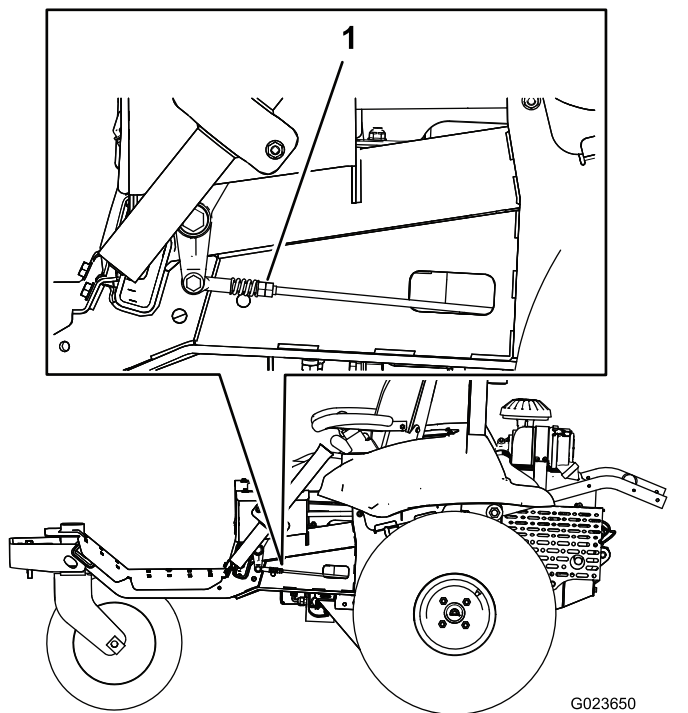

Figura 61
- Su un lato della macchina, girate lentamente i due dadi della tiranteria (Figura 61) in modo da far ruotare la ruota su quel lato, quindi girate nuovamente i due dadi nella direzione opposta in modo da far ruotare la ruota nella direzione opposta.